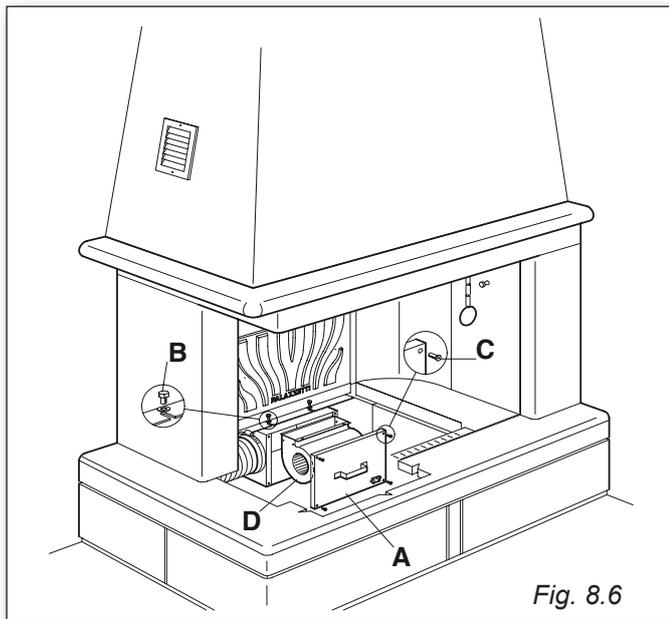

Fig. 8.6
8.4 INTERVENTO SULL'ELETTOVENTILATORE (fig.8.6)